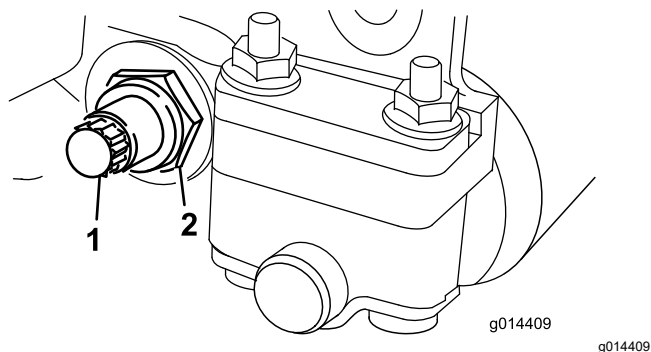

Figura 18
3. Desaperte a porca de bloqueio que segura a cavilha da barra de apoio, em cada um dos lados da máquina (Figura 18).
4. Remova cada um dos parafusos da barra de apoio, de modo a puxá-la e retirá-la da unidade de corte (Figura 18).